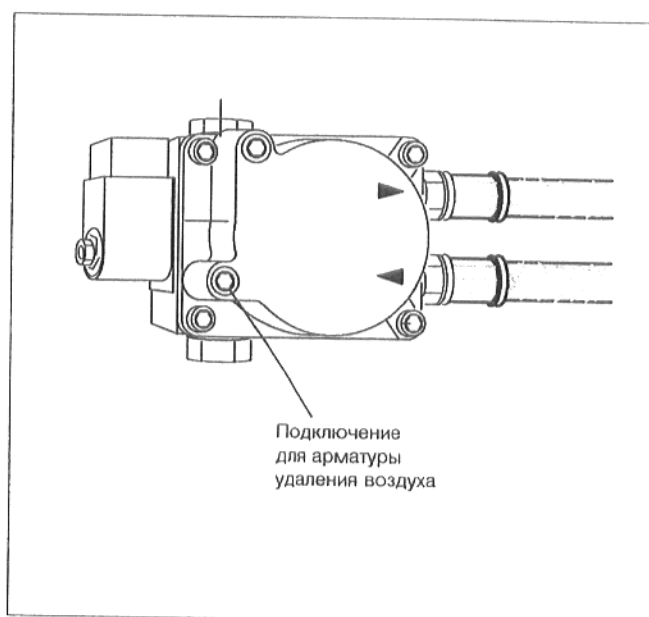

Рис. 2: Насос
- Ввинтить арматуру удаления воздуха с привинченным манометром в штуцер подключения манометра насоса (рис. 2) и удалить воздух (удаление воздуха **не** разрешается производить при открытом магнитном клапане).